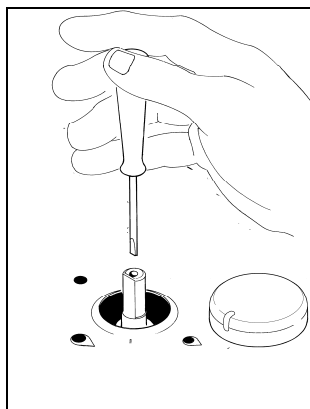

fig.7
- 2) Enlevez le bouton (Fig. 7) du robinet qui est réglé pour la pression standard. Le bouton se trouve sur la barre du robinet-même.
- 3) Près de la barre du robinet sur le top de travail, insérez un petit tournevis a encoches dans la tige de soupape (Fig. 7) et tournez la vis du réducteur de pression à droite ou à gauche jusqu'à ce que la flamme du brûleur soit réglée de la manière la plus appropriée au MINIMUM.